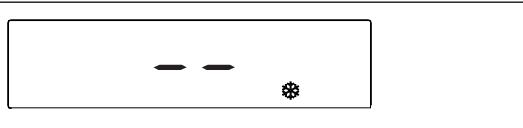

Fig. 58
- antihielo (fig. 58): cuando la temperatura del agua de caldera disminuye por debajo de los valores de seguridad se activa el circulador y el quemador a la mínima potencia para restablecer la temperatura del agua a valores de seguridad (35 °C). En el visor digital se ilumina el símbolo .